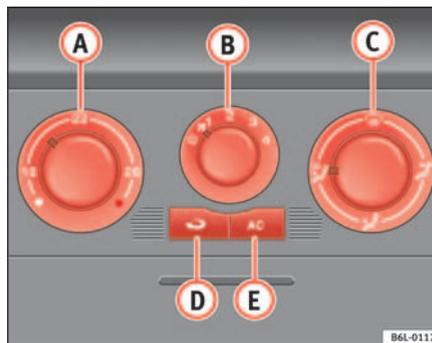

Fig. 87 Mandos del Aire Acondicionado en el tablero de instrumentos
- Desconecte el sistema de refrigeración con la tecla ⇒ fig. 87  (se apaga el testigo de la tecla).
Con la recirculación de aire en marcha ⇒ página 124, fig. 87  (se enciende un testigo en la tecla), se evita que los malos olores del exterior, por ejemplo, al atravesar un túnel o en un atasco, penetren en el habitáculo.